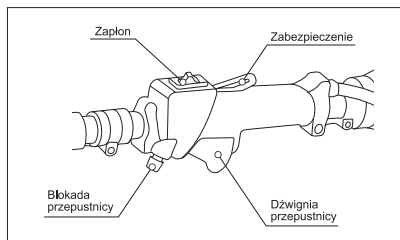

rys. 8
3. Pięć-siedem razy nacisnąć na przezroczysty przycisk ręcznej pompki paliwowej, umiejscowiony pomiędzy filtrem powietrza a zbiornikiem paliwa, w celu zaopatrzenia gaźnika w mieszankę paliwową (Rys. 8). Przy tym poprzez przezroczysty przycisk pompki powinien być zauważalny proces pompowania mieszanki paliwowej. Jeśli mieszanka paliwowa nie wypełniła przycisku, to należy nacisnąć go jeszcze kilka razy.